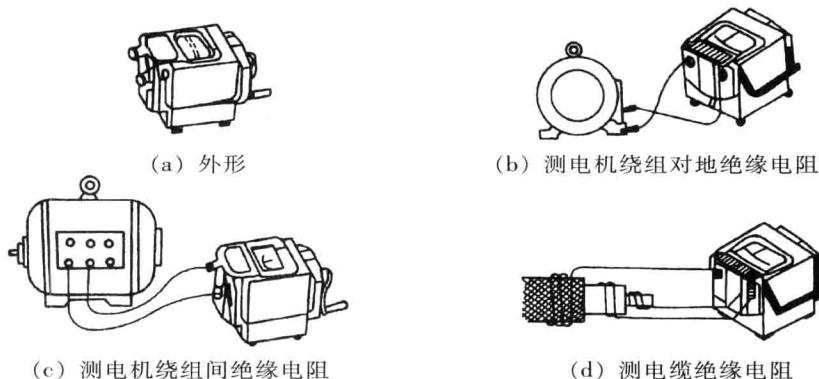

图 1-11 兆欧表的接线
- (1) 测量照明及动力线路对地绝缘电阻的接线,如图 1-11(a)所示,线路接线桩接导线,接地接线桩接大地。
- (2) 测量电动机绝缘电阻的接线,如图 1-11(b)、1-11(c)所示。测量绕组对地绝缘电阻时,线路接线桩接绕组,接地接线桩接电动机外壳。测量绕组间的绝缘电阻时,线路接线桩与接地接线桩分别接两只绕组的头或尾。
- (3) 测量电缆绝缘电阻的接线,如图 1-11(d)所示,线路接线桩接导体,接地接线桩接电缆绝缘外壳,屏蔽接线桩接电缆金属屏蔽层。